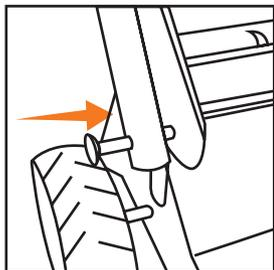

Рис. 1
- Закрепите нижнюю рукоятку в корпусе с помощью болта, шайбы и барашковой гайки (Рис. 1, 2).